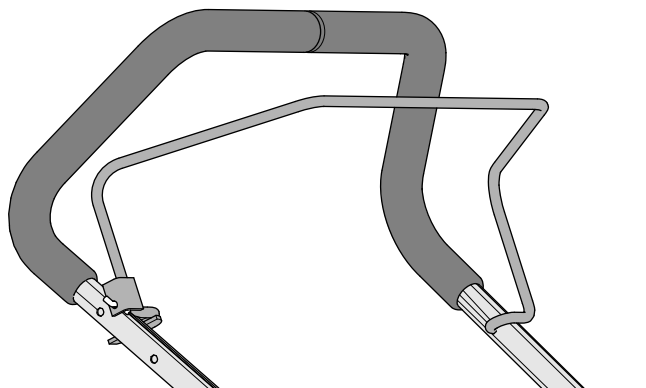

Figur 10
2. Før kabelfittingen gennem hullet i dødmandsbøjlenes beslag som vist i Figur 10.